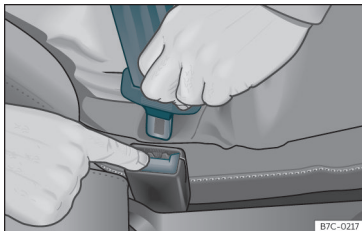

Abb. 10 Schlosszunge vom Gurtschloss lösen.
- Rote Taste im Gurtschloss drücken >>> **Abb. 10**. Die Schlosszunge springt heraus.